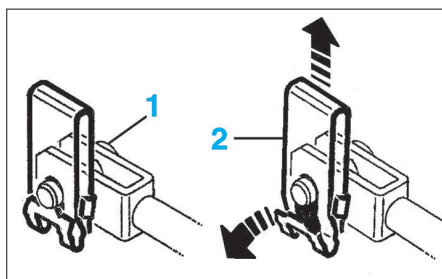

Fig. 6
- Déposer la goupille (1) puis l'agrafe (2) reliant le pédale de frein à la tige de commande du servofrein (Fig.6).